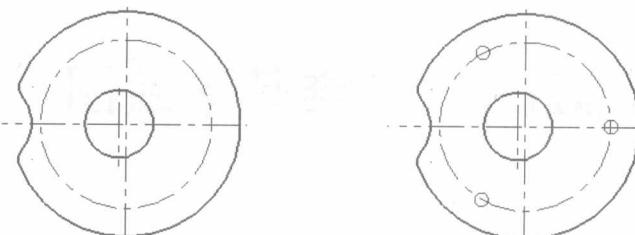

图1-3
**Segment】点等分命令**，为图 1-3 中左图的固定板加上 3 个等分位置钻孔点，结果如图 1-3 右图所示。